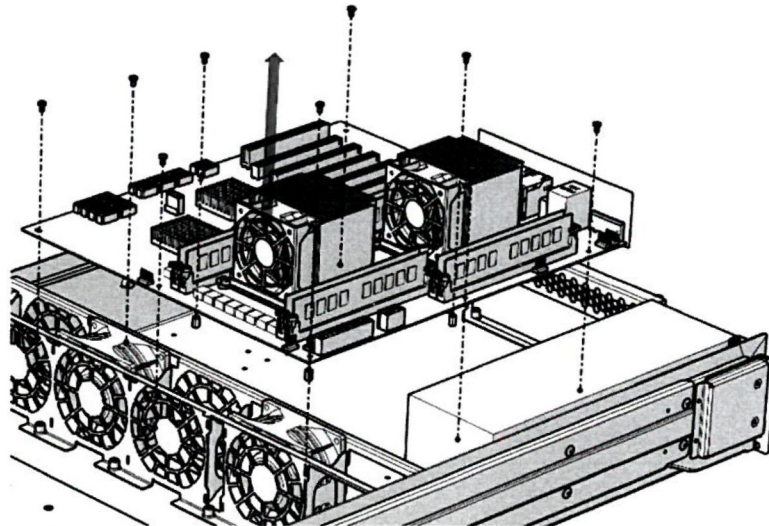

Рисунок 6 – Извлечение модуля материнской платы
- вынуть модуль из корпуса (рисунок 6).